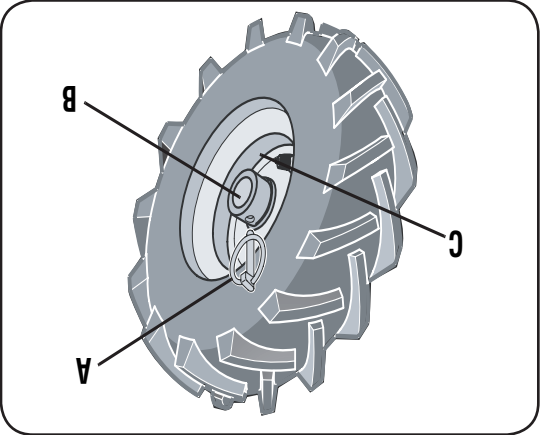

Figure 3-2: Mode ROUES MOTRICES
4. POUR LE MODE ROUES MOTRICES (Figure 3-2) : Glissez la roue vers l'extérieur et alignez les trous du moyeu (D, Figure 3-2) et de l'axe des roues (B). Enfoncez l'axe de chape (A) dans le moyeu (C) et l'axe (B) et fixez avec une goupille fendue. Répétez la procédure sur l'autre roue et retirez la cale qui soutient la transmission.
Chaque roue est équipée d'une goupille fendue et un axe de chape (C, Figures 3-2 et 3-3) qui maintient la roue sur l'axe des roues (B). Les roues peuvent être placées en mode ROUES MOTRICES ou en mode ROUES LIBRES.
3. Enlevez l'axe de chape et la goupille fendue (A, Figures 3-2 et 3-3) de l'arbre d'entraînement des roues (B).